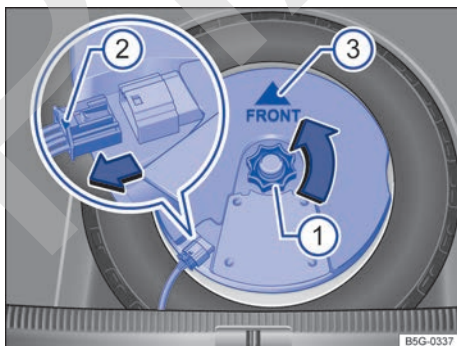

Fig. 126 En el maletero: desmontar el subwoofer (variante 2).
- Desenrosque la ruedecilla → fig. 126 ① en el sentido contrario al de las agujas del reloj (flecha).
- Para desbloquear el conector, presione el bloqueo que hay en el extremo del conector ②.
- Coloque el subwoofer en la base de la llanta con cuidado. Al hacerlo, la punta de la flecha "FRONT" → fig. 126 ③ que hay en el subwoofer deberá señalar hacia delante.
- Acople el conector hasta que el bloqueo ② encastre de forma audible.
- Enrosque la ruedecilla ① en el tornillo prisionero en el sentido de las agujas del reloj hasta que el subwoofer quede bien fijado.